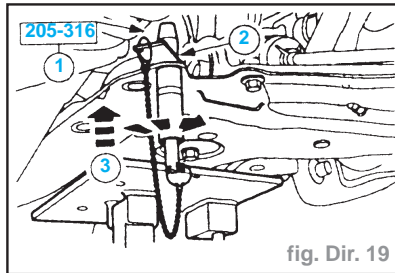

fig. Dir. 19
- insérer les goupilles de centrage dans les orifices d'alignement de la traverse (1) (fig. Dir. 19),
- faire glisser les plaques de blocages dans les gorges et serrer le manchon des goupilles (2),